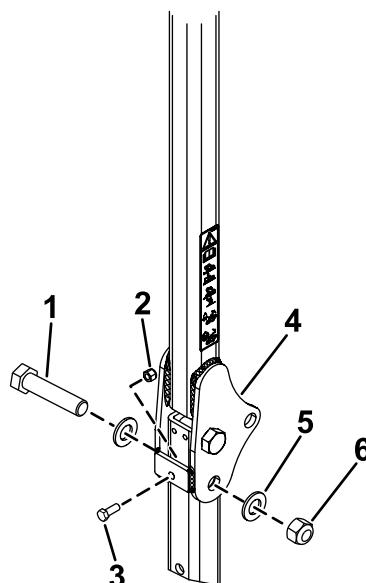

Рисунок 24
- Установите шайбу (13/16 x 1½ дюйма) на каждый болт (¾ x 4 дюйма), как показано на Рисунок 24.
- В отверстия, из которых были извлечены штифты, установите болты с шайбами (Рисунок 24).
5. Установите еще по одной шайбе на каждый болт и закрепите с помощью гаек ($\frac{3}{4}$ дюйма), как показано на Рисунок 24. Затяните гайки с моментом от 323 до 396 Н·м.
6. Установите болт (3/8- 16 x 1 дюйм или 1 - 1/4 дюйма) с зажимной гайкой (болты и зажимные гайки в комплект не входят) в пластину с резьбой на каждой стороне нижней части защитной дуги в области петель (Рисунок 24). Затяните болт до упора в верхнюю трубку защитной дуги и затяните зажимную гайку.
7. Затяните шарнирный болт конструкции ROPS (Рисунок 24) с моментом 91 – 113 Н·м, чтобы предотвратить любые вибрации защитной дуги и солнцезащитного навеса.